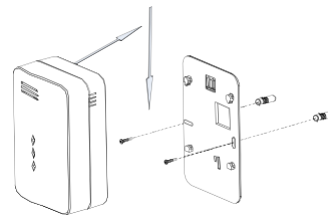

Fig. 3
3. Mit einem 5 mm (3/16-Zoll) Bohrer, zwei Löcher an den Markierungen bohren und Dübel einsetzen (Fig 3).
7. Richten Sie den Melder auf dem Wandhalter aus und drücken ihn fest bis ein deutliches rastgeräusch zu hören ist (siehe pfeilrichtung, Fig 3).